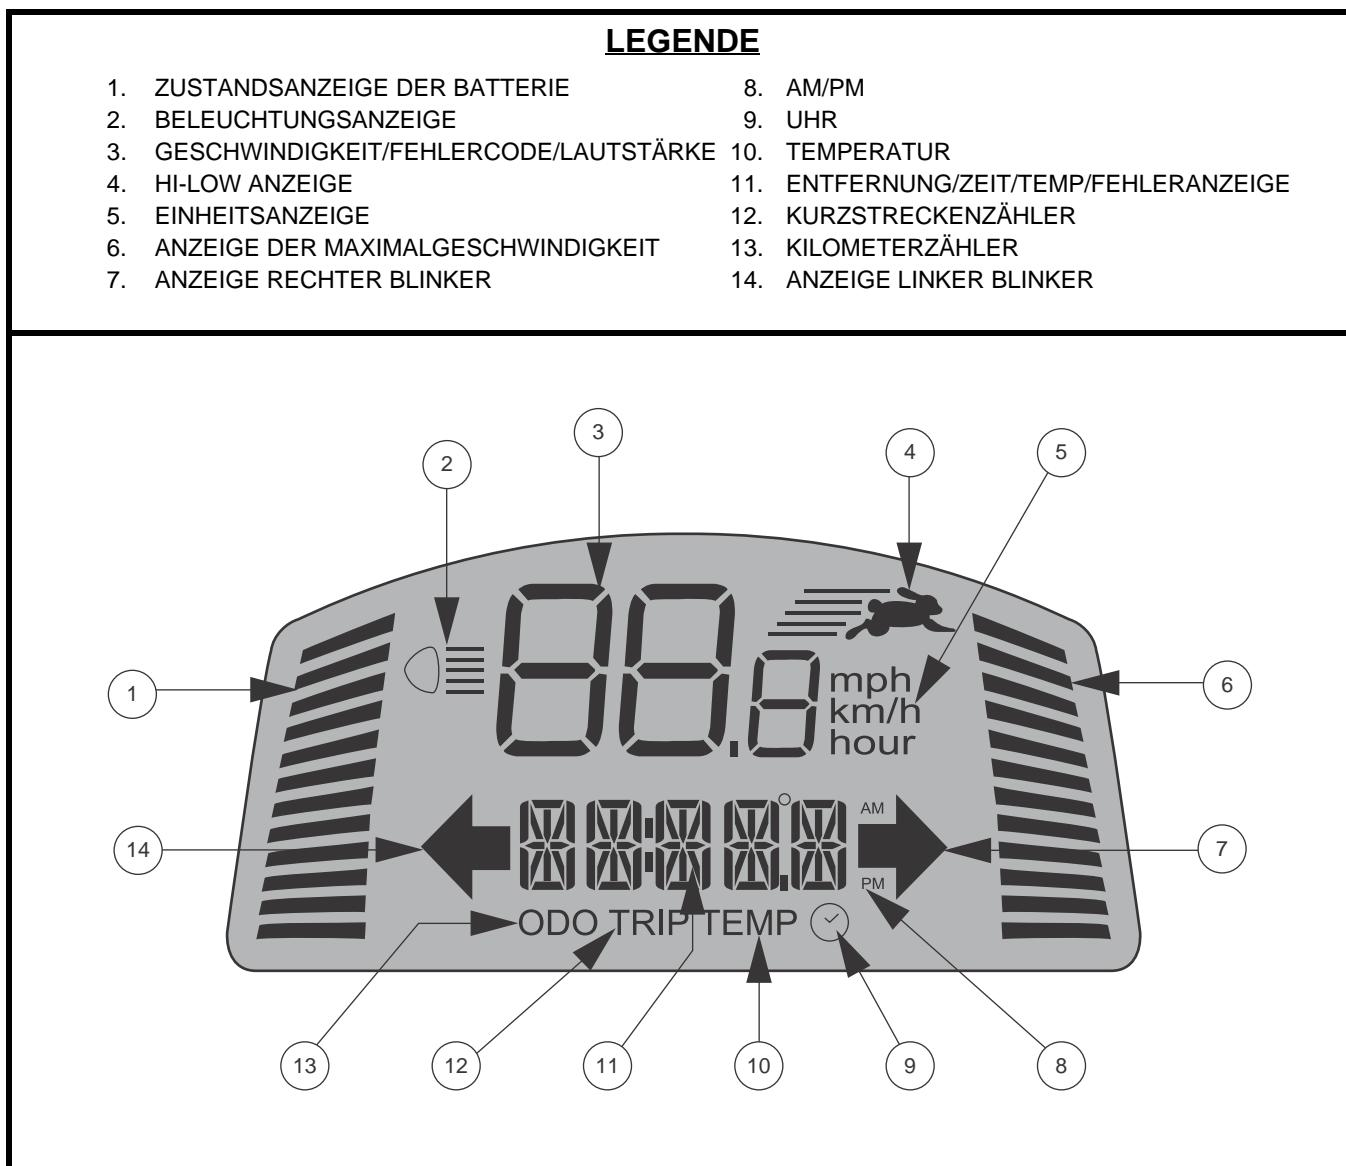

Abb. 2. LCD-Bildschirm
- Drücken Sie den High-Low-Knopf einmal, um die Geschwindigkeit auf "High" ("Hoch") einzustellen. Die High-Low-Anzeige wird auf dem LCD-Bildschirm angezeigt. Siehe Abb. 2. Wenn Sie diese Einstellung zusammen mit den Einstellungstasten für die Geschwindigkeit verwenden, kann das Personal Elektromobil Geschwindigkeiten bis zur voreingestellten Maximalgeschwindigkeit des Personal Elektromobils erreichen.
Mit Hilfe dieser Einstellknöpfe können Sie die Geschwindigkeit Ihres Personal Elektromobils vorauswählen und begrenzen. Angezeigt wird sie in der Anzeige für die Maximalgeschwindigkeit auf dem LCD-Bildschirm. Siehe Abb. 2.
HINWEIS: Je mehr Balken in der Anzeige für die Maximalgeschwindigkeit angezeigt werden, desto höher ist Ihre voreingestellte Maximalgeschwindigkeit. Siehe Abb. 2.
Das LCD-Bedienfeld bietet praktische und intuitiv verständliche Rückmeldungen auf dem LCD-Bildschirm. Siehe Abb. 2. Der LCD-Bildschirm wird auch während der Einrichtung (Aktivierung) der unterschiedlichen Bedienfeld-Einstellungen verwendet. Siehe Tabelle 1.